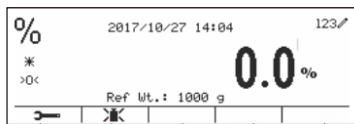

Figure 66
- Saisissez la valeur du poids de référence. (Voir Figure 66)